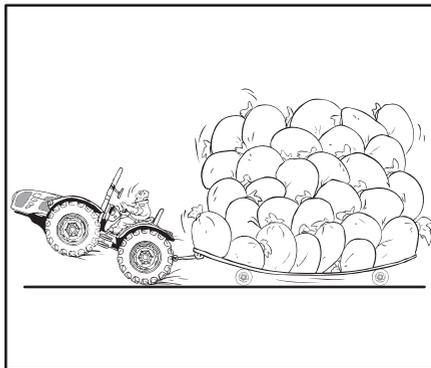

Fig. 2.16
- NE PAS surcharger et NE PAS lester au-delà de la capacité de charge de votre tracteur. Ne jamais rajouter de lests pour compenser une surcharge. Réduire le chargement (Fig. 2.16).